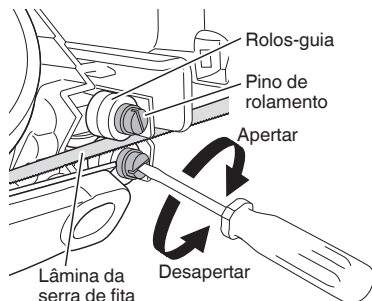

Fig. 16
4. Inspeção dos suportes dos rolos-guia da lâmina da serra de fita e ajuste de folgas (Fig. 16)